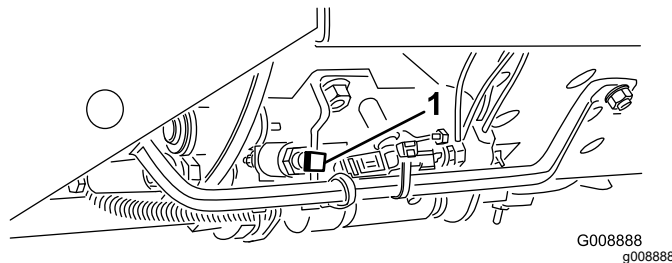

Figura 23
**Importante:** La velocidad de siega se ajusta en fábrica a 9,7 km/h. Puede aumentarse o reducirse ajustando el tornillo de tope de velocidad (Figura 23).